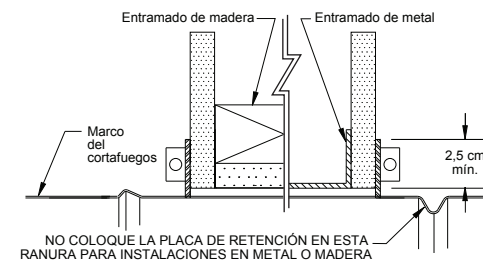

Figura 3 - Abertura en la pared
- Enmarque la abertura en la pared como se muestra en la Figura 3.